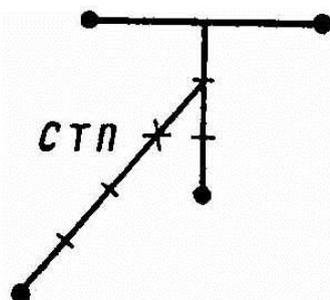

Рис. 49. Определение средней точки попадания По четырем пробоинам
79. Для определения средней точки попадания по четырем пробоинам надо соединить прямой линией две какие-либо пробоины и расстояние между ними разделить пополам; полученную точку деления соединить с третьей пробоиной и расстояние между ними разделить на три равные части; точку деления, ближайшую к двум первым пробоинам, соединить с четвертой пробоиной и расстояние между ними разделить на четыре равные части. Точка, отстоящая на три деления от четвертой пробоины, и будет средней точкой попадания (рис. 49).